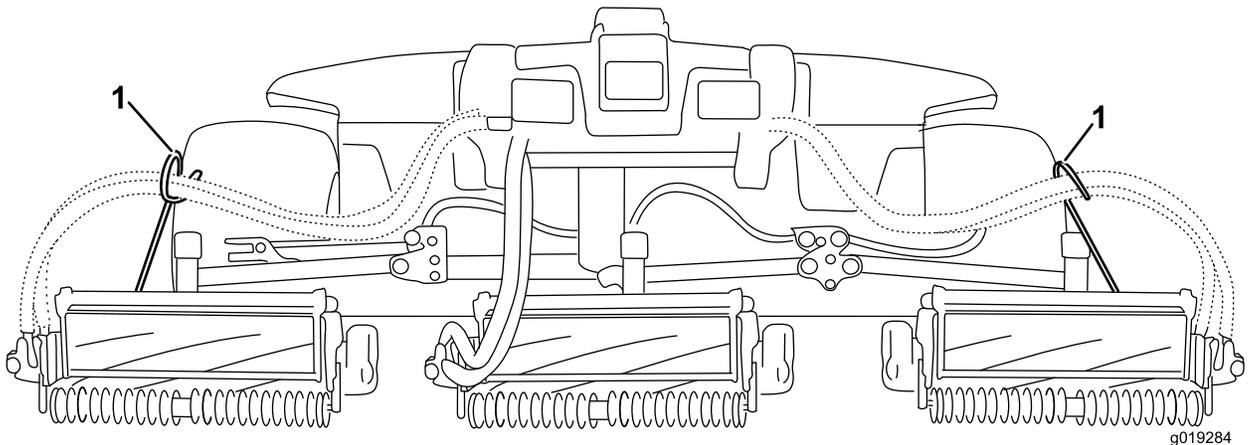

**Рисунок 7**
**Внимание:** Установите направляющие шлангов на режущие блоки 4 (левый передний) и 5 (правый передний), прикрепив их к передней части выступов режущих блоков с помощью крепежных гаек кронштейна штока (**Рисунок 6** и **Рисунок 7**). Направляющие шлангов должны быть наклонены в сторону центрального режущего блока (**Рисунок 7** и **Рисунок 8**).